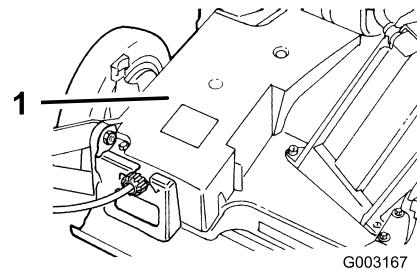

Figura 41
- Retire los pernos que fijan la cubierta de la correa (Figura 41) a la carcasa del cortacésped.